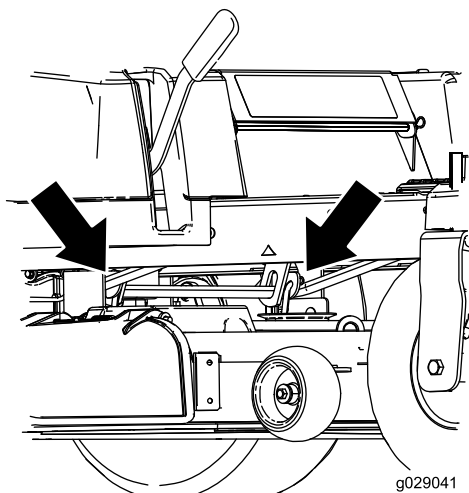

Figure 1
1. Localisez les points de montage des biellettes de maintien du plateau (Figure 1).